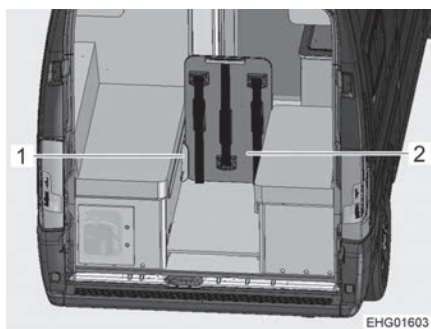

Fig. 51 Table pliante, sécurisée dans des rails de fixation
- Insérer la table pliante (Fig. 51,2) dans les rails de fixation (Fig. 51,1). Les rails de fixation sont montés sur les banquettes. Dans cette position, la table pliante sert également de séparation avec le coffre.